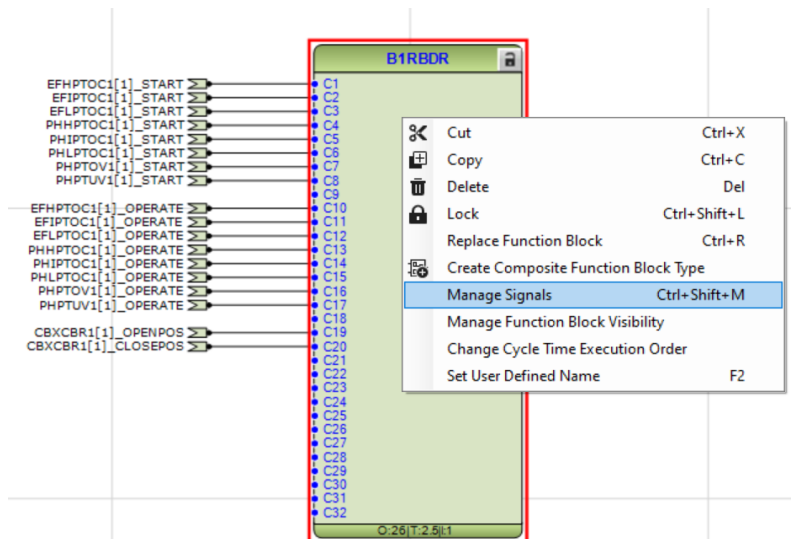

Imagen 306_Configuración del bloque B1RBDR.
4.2.1 Lo mismo se hará con el bloque “B1RBDR”, seleccionando el bloque y dando clic derecho en él, posteriormente seleccionamos “Manage Signals”. Observe la **Imagen 306**.